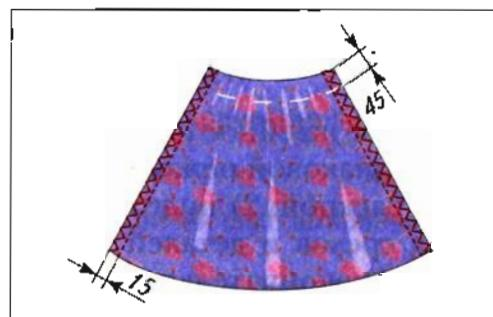

Рис. 50. Обработка боковых срезов юбки
1. Обметайте боковые срезы (рис. 50).